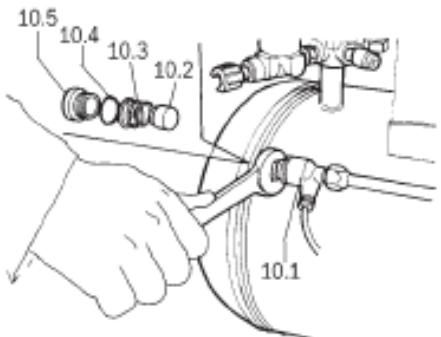

fig. 10
- Funcionamiento incorrecto de la válvula de escape del presostato (fig. 10).
A - Escapes en la válvula de retención 10.1 (fig. 10).